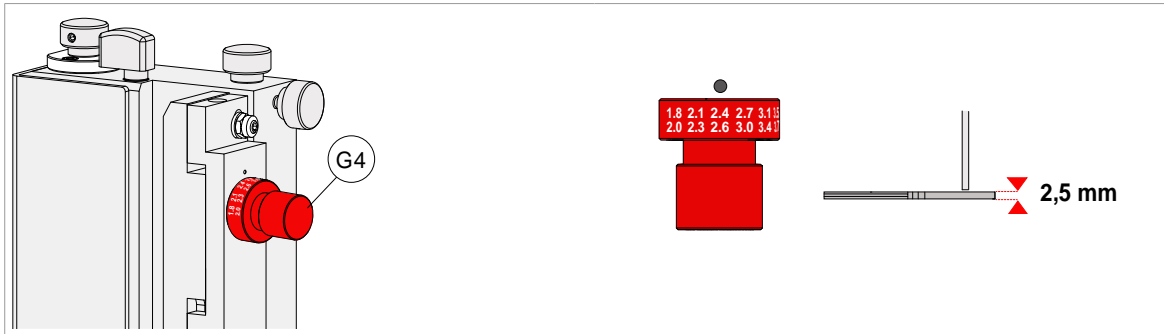
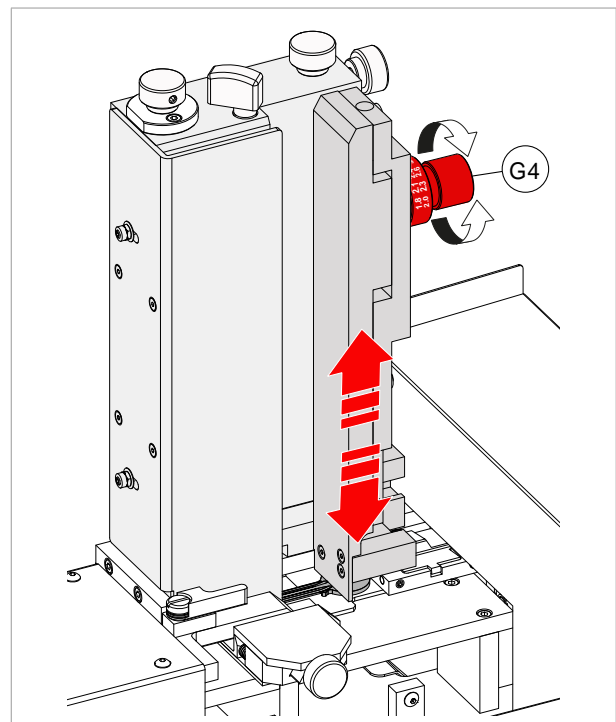
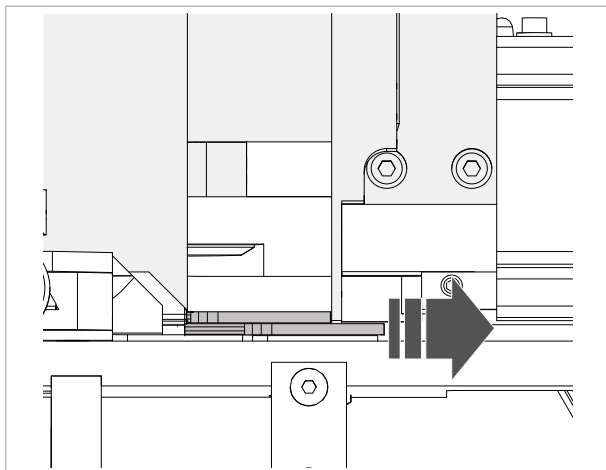
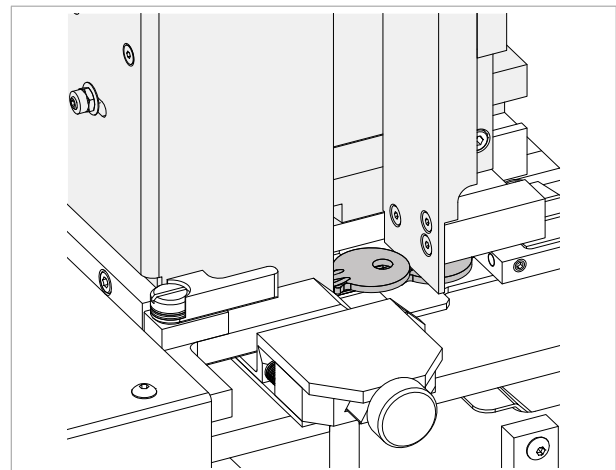

Fig. 113
Fig. 115
Fig. 116
Fig. 117
Draai aan de draaiknop (G4) om het plaatje voor dikteafstelling omhoog of omlaag te brengen (Fig. 115). De onderliggende ruimte moet worden afgesteld zodat slechts één sleutel kan passeren (Fig. 116 - Fig. 117). Op de draaiknop (G4) staan enkele dikteverwijzingen vermeld, voor een snelle instelling (Fig. 113).
- 12) Stel de dikte van de mal Z34A in de lader (2,7mm / 3mm) af met de draaiknop (G4) (Fig. 113).